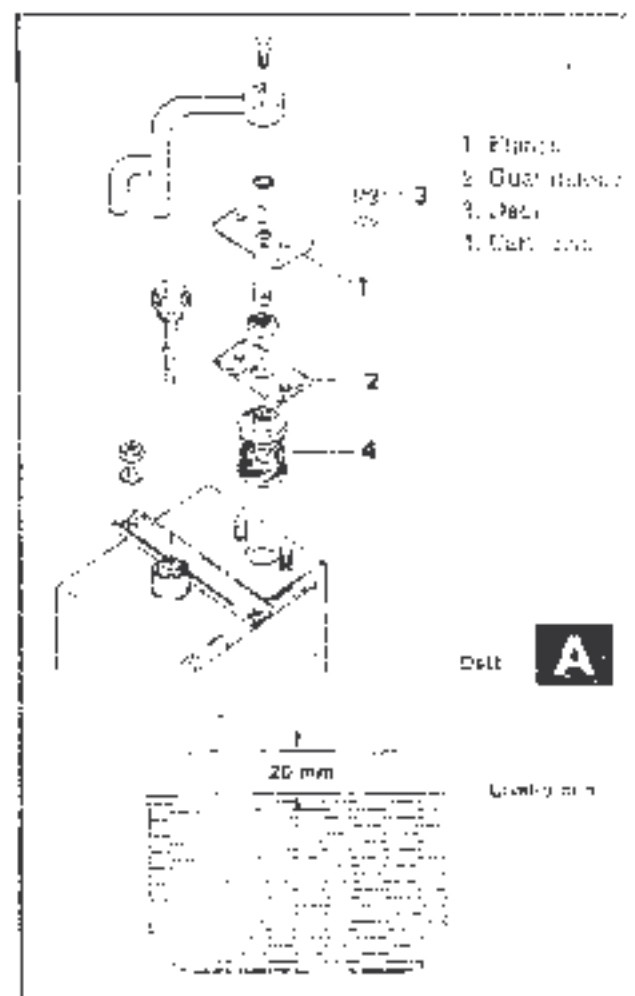

Figura 25. Sostituzione filtro impianto idraulico.
1. Controllare il livello dell'olio nel serbatoio con il manometro e sollevare il braccio e comando sterzo contemporaneamente retratti. L'olio deve trovarsi a circa 20 mm dal bordo del serbatoio (vedere Delt A della figura 25).